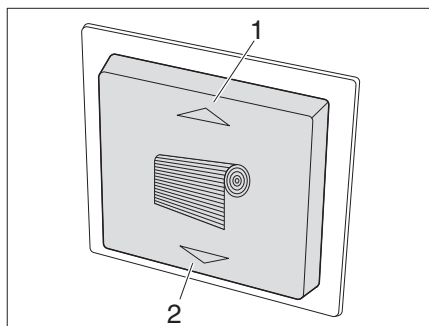
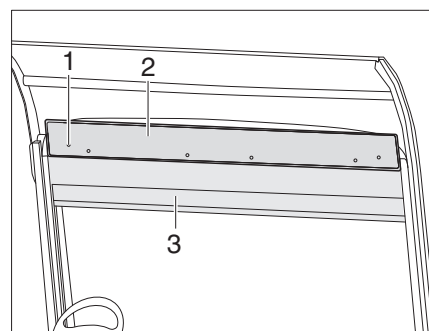

Fig. 82 Interruttore della tenda a rullo
Fig. 84 Funzione di emergenza tenda a rullo
- Chiusura:** ■ Premere il tasto (Fig. 82/2). La tenda a rullo (Fig. 84/3) per il parabrezza si sposta verso il basso.
- Apertura:** ■ Premere il tasto (Fig. 82/1). La tenda a rullo (Fig. 84/3) per il parabrezza si sposta verso l'alto.
- Svitare le 6 viti (Fig. 84/1) dalla cassetta della tenda e togliere il coperchio (Fig. 84/2).
- Agganciare la manovella a uno dei due motori e sollevare o abbassare la tenda a rullo (Fig. 84/3).